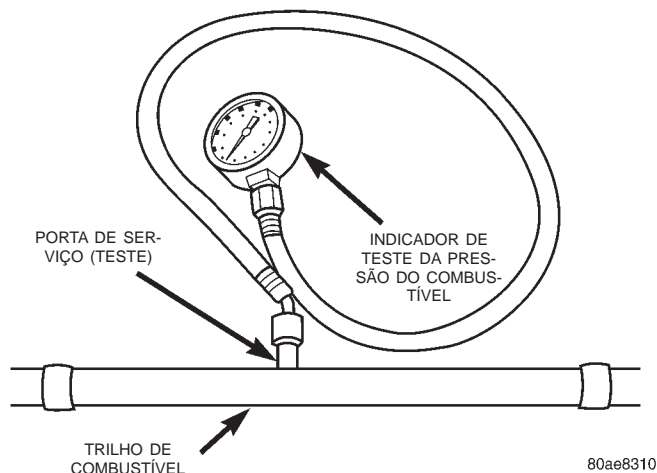

Fig. 7 O Indicador de Teste da Pressão do Combustível (Instalação Típica do Indicador na Porta de Teste)
(1) Retire a tampa protetora da porta de teste do trilho de combustível. Conecte o indicador do nível de pressão do combustível (no conjunto do mostrador 5069) de 0-414 kPa (0-60 psi) no encaixe de pressão da porta de teste no trilho de combustível (Fig. 7).
(2) Ligue e esquente o motor e observe a leitura do indicador do nível de pressão. A pressão do combustível deverá ser de 339 kPa \pm 34 kPa (49,2 psi \pm 5 psi) em marcha lenta.